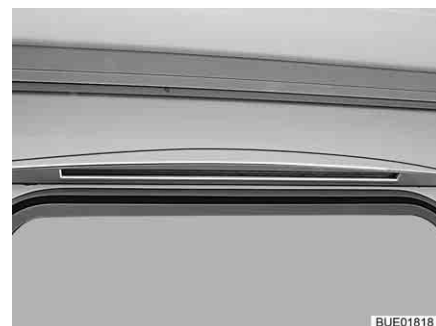

Fig. 85 Luce tenda veranda
- Illuminazione tenda veranda (Fig. 85)